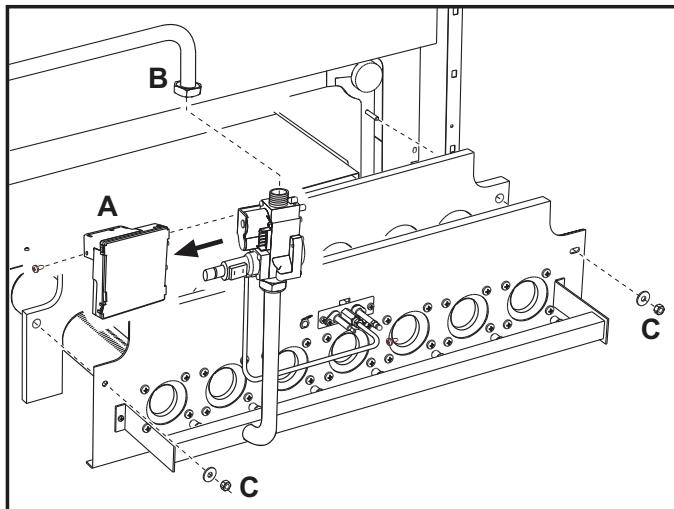
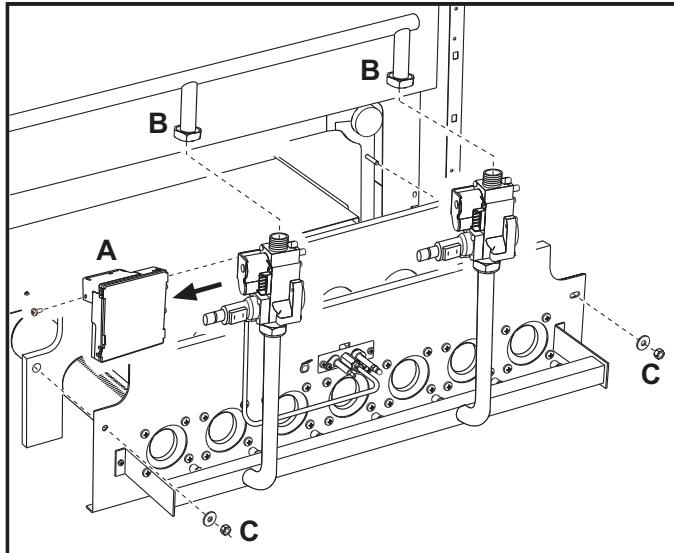

fig. 7 - Modelli SEVEN - 67 2S, 77 2S e 87 2S
fig. 8 - Modelli SEVEN - 97 2S e 107 2S
- Smontare la centralina elettronica di controllo fiamma "A" dalla valvola gas (fig. 7).
- Per i modelli **97 2S e 107 2S** che hanno 2 valvole gas, bisognerà inoltre svitare le 2 viti che trattengono i 2 connettori elettrici che alimentano la seconda valvola e sfilarli dalla medesima (fig. 8).
- Svitare il dado "B" che fissa il tubo adduzione gas a monte della valvola gas (fig. 7). Per i modelli **97 2S e 107 2S**, svitare i due dadi (fig. 8).